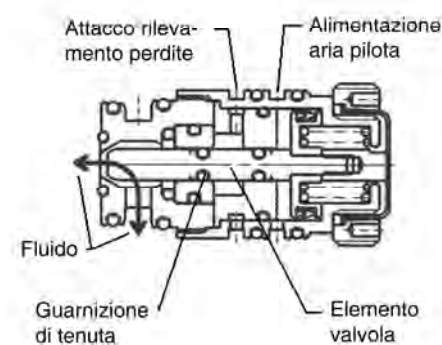

Figura 12
- La valvola è provvista di un'area di rilevamento perdite che separa l'area del fluido dall'area della pressione pilota, vedere Figura 12.